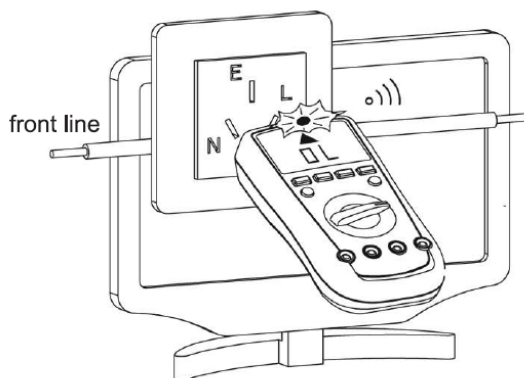

Fig. 11. Testare EF
Pentru a msaura tranzistorii conectati aparatul de masura ca si in fig. 11.
J. FUNCTIA EF (numai pentru UT61A) (vezi fig. 11)